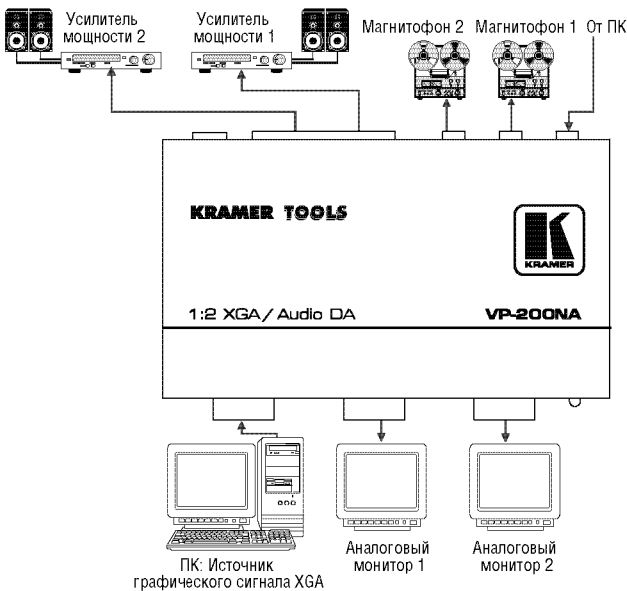

Рис. 4. Подключение компьютера к усилителю-распределителю VP-200NA
На рис.4 показан пример использования **VP-200NA** для распределения сигналов XGA и звука от компьютера для двух получателей видео и аудио-сигнала:
7. При необходимости отрегулировать² уровни звукового сигнала правого и левого каналов (не показано на рис. 4³).